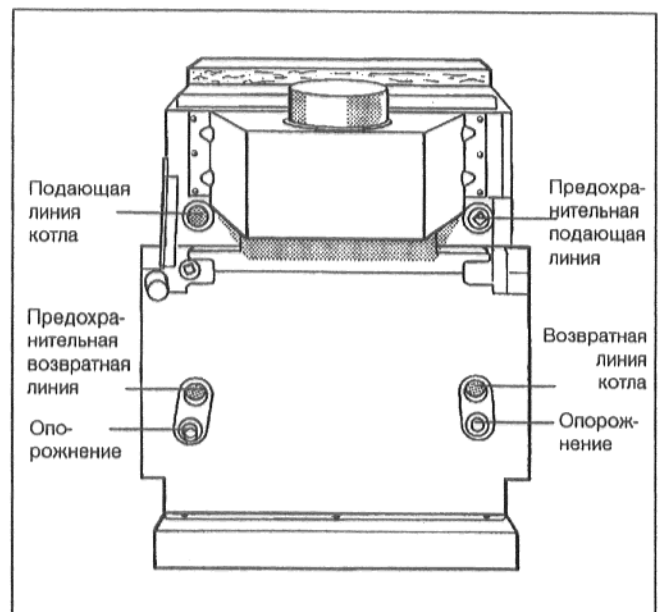

Рис. 9: Подключения воды
Подключение группы безопасности выполняется потребителем на предохранительной подающей линии котла (Рис. 9) за пределами зоны предохранителя потока. Если монтаж группы безопасности на каждом котле невозможен, допускается использовать общую группу безопасности. При использовании комплекта для подключения котла фирмы Buderus используется группа безопасности для каждого котла.
- Подключить котел к трубопроводу отопительной системы (Рис. 9).
Чтобы обеспечить работу котла, каждое подключение разрешается выполнять только в предусмотренном для этого месте (Рис. 9).